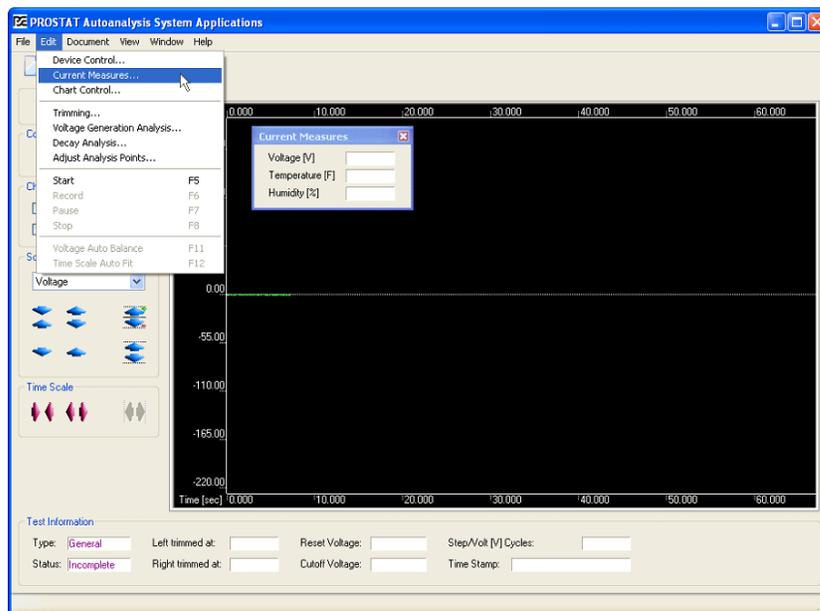

図13: 詳細データ表示のため**Current Measures** ウィンドウを開きます。
16. ゼロ基準を調整するために、**Edit**ドロップダウンメニューを開き**Current Measures** (図13) を選択してください。これは特定の電圧、温度と相対湿度に関する詳細なデータを提供する小窓を表示します。